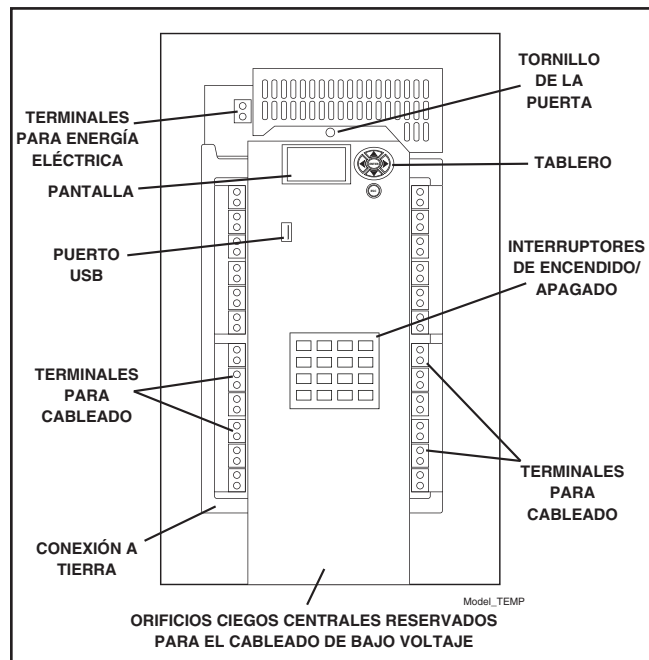

Figura 1: Unidad serie ET90000 (modelo de 4, 8, 12 y 16 circuitos)
**Sistema de 4, 8, 12 y 16 circuitos:** Conecte los cables de energía de entrada a los terminales en la esquina superior izquierda del dispositivo. Conecte el cable a tierra al tornillo verde de cabeza hexagonal en la parte inferior izquierda del dispositivo (consulte la Figura 1).